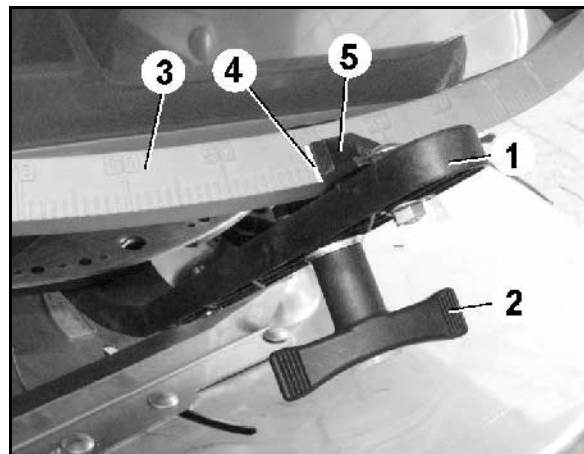

Fig. 11
Mängdinställning sker då enligt spridningstabellen med hjälp av reglerspaken (Fig. 11/1).
2. Lossa vingmuttern (Fig. 11/2).
3. Leta upp erforderlig spjällställning på skalan (Fig. 11/3).
4. Ställ in avläsningskanten (Fig. 11/4) från reglerspakens visare (Fig. 11/5) på skalvärdet.
5. Dra åt vingmuttern (Fig. 11/2) ordentligt.